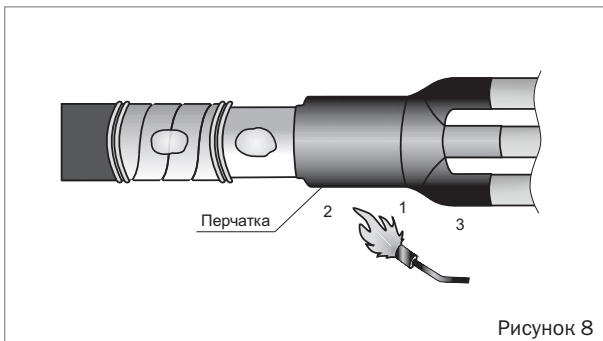

Рисунок 8
- Сблизить жилы кабеля. Надеть перчатку с усилием до упора в изолированный «корешок» разделки кабеля. Усадить перчатку, начиная от основания пальцев перчатки, вкруговую, затем в направлении оболочки кабеля. В последнюю очередь усадить пальцы перчатки на жилы кабеля. После усадки перчатка должна плотно облегать оболочку и трубки на жилах кабеля, а по торцам основания перчатки и пальцев должен быть виден выступивший расплавленный клей (рисунок 8).